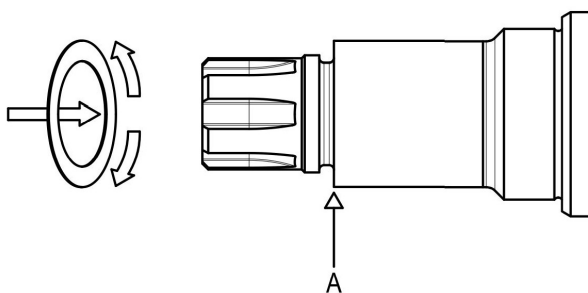

Abbildung 32 – Ausgleichsscheiben einsetzen
- Bei eingebauter Pumpe, abgenommenem Enddeckel (122) (6.1 Enddeckel), Rotoren (56) (6.2 Rotoren) und Rotorgehäuse (1) (6.7 Rotorgehäuse) mit den richtigen Drehmoment festgezogen.
- Ist das Spiel nicht richtig (siehe Tabelle 6 - Rotorspiele), den Rotor (56) (6.2 Rotoren) ausbauen.
- Die O-Ringe (31) und die Ausgleichsscheiben (30) entfernen; die Ausgleichsscheiben sind eingeschnitten, damit sie über die Welle geschoben werden können.
- Zum Einsetzen die Ausgleichsscheiben leicht öffnen und bis zur Schulter (A) (Abbildung 32) auf die Welle schieben.